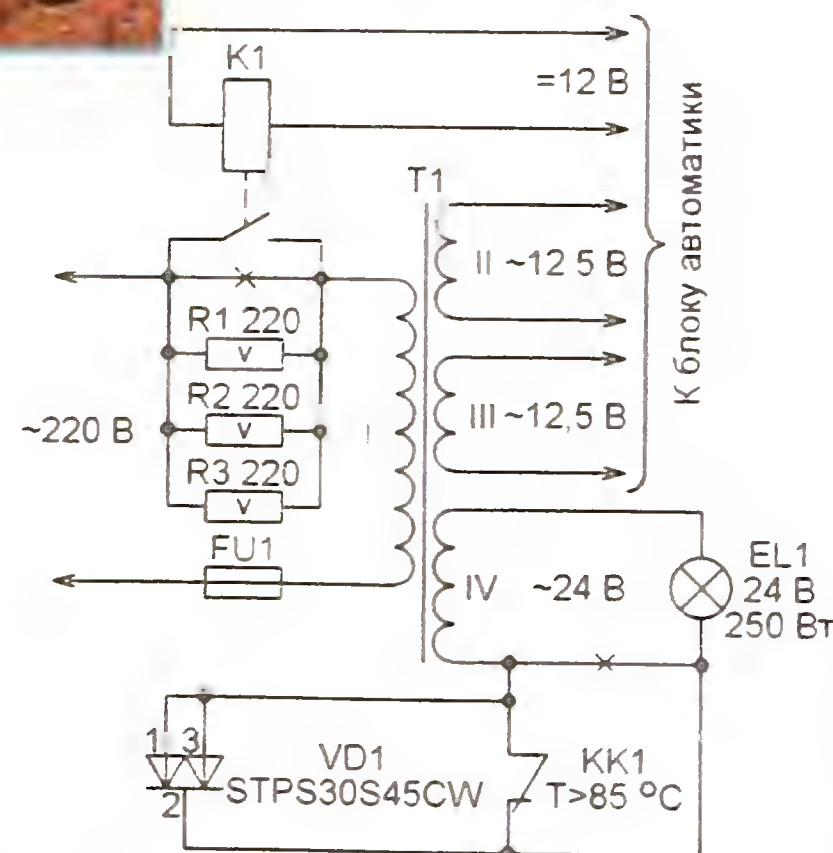

Рис. 3
Чтобы устранить некоторые недостатки, прибор был доработан по схеме, изображенной на рис. 3. В разрыв цепи галогенной лампы EL1 (12 на рис. 1) была включена сборка мощных диодов VD1 (8), а параллельно ей — термореле KK1 (11) — KSD301 с температурой срабатывания 85 °С. Такие реле применяют в электрокаминках, найти их можно в магазинах электротоваров. Диодная сборка указанного на схеме типа нашлась в компьютерном блоке питания.
Перегоревшую галогенную лампу на 24 В, 250 Вт можно заменить аналогичной, но широко распространенной на 12 В мощностью 100 Вт. Яркость изображения, конечно, снизится, но останется вполне достаточной. Питая эту лампу нужно через показанную на рис. 3 диодную сборку. Термореле в этом случае не требуется, поскольку лампа меньшей мощности и нагревается значительно меньше. Можно применить и галогенную лампу на 220 В, питая ее непосредственно от сети.